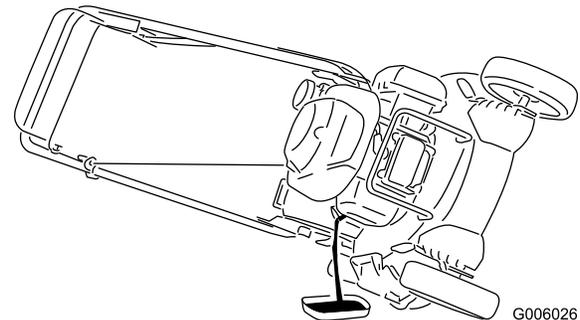

Figure 36
3. Inclinez la machine sur le côté (filtre à air en haut) pour vidanger l'huile usagée par le goulot de remplissage (Figure 36).